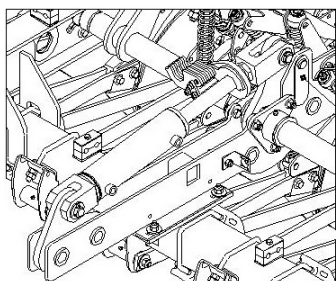

Рисунок 4.
Извлечь фиксаторы (2 шт.) механизмов подъема секций. В случае если фиксатор заклинило, установить такое положение центрального гидроцилиндра, при котором фиксатор (1) (рис.4) можно будет вынуть из положения – "при транспортировании".